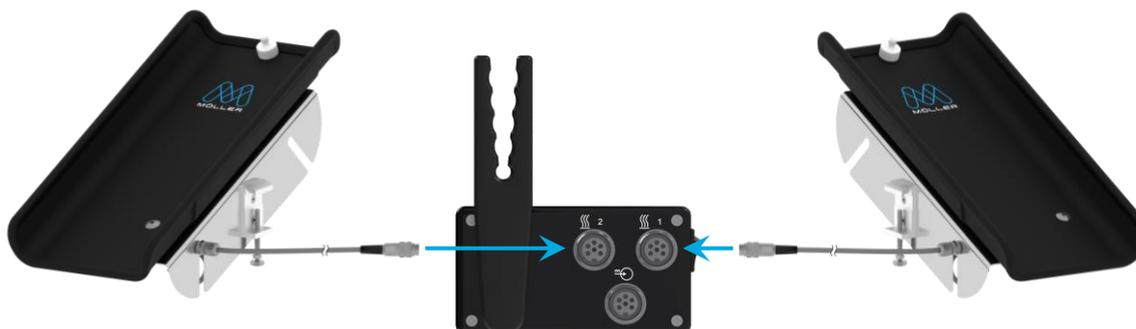

Figura 6:
7. Insira o plugue na tomada de conexão de forma que os trilhos-guia se encaixem. Você dificilmente deve sentir qualquer resistência (Figura 6).